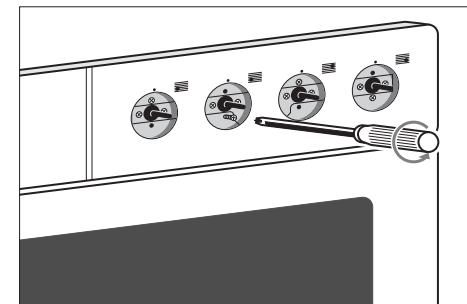

fig. 4
- Schroef de montageplaat achter het bedieningspaneel los. Alleen de bovenste en onderste schroeven (om-en-om gemonteerd) los draaien (zie fig. 4 en 5).